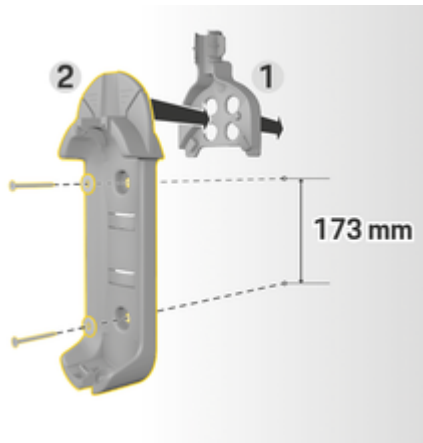

Bild 160: Borrmått
3. Tryck in vägghållaren (basutförande) 2 (Bild 160) i kabelhållaren 1 (Bild 160) framifrån.